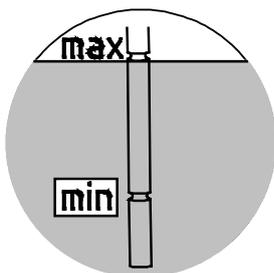

Рисунок 26: Проверка уровня масла с помощью масломерного щупа
4. **Редукторы с маслоизмерительным бачком:** Уровень масла в баке проверяется с помощью резьбовой пробки с масломерным стержнем (резьба G1¼). Уровень масла должен находиться между нижней и верхней отметкой полностью закрученного масломерного щупа (см. Рисунок 26). При необходимости слить лишнее масло или долить масло такой же марки. Разрешается эксплуатировать указанные редукторы конструктивных исполнений, перечисленных в разделе 7.1 "Конструктивные исполнения и техобслуживание"